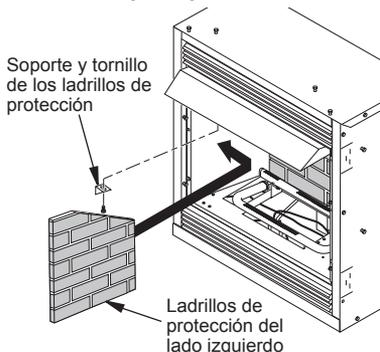

Figura 29 - Instalación de los ladrillos de protección laterales
3. Instale los ladrillos laterales de protección usando los soportes y tornillos del paquete de piezas como se muestra en la figura 29. Atornille el soporte a la parte superior del fogón y sobre los ladrillos de protección. Ajuste el soporte antes de apretar los tornillos.